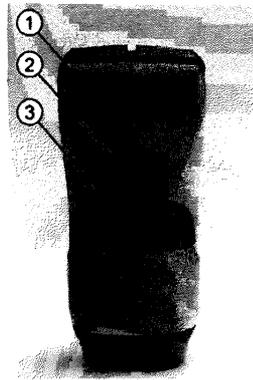

Рисунок 2 - 1 Стилус (вставлен в прибор); 2 Разъем USB-Туре-С; 3 Кнопка «включение/работа» для включения прибора и выполнения измерений
8.2.2 Нажмите кнопку «включение/работа», чтобы включить спектрофотометр (рисунок 2 позиция 3).
8.4.1.4 Установите спектрофотометр вертикально на центр меры из набора отражающих мер из состава Рабочего эталона координат цвета и координат цветности, предварительно поместив ее на черную матовую поверхность. Для точного позиционирования прибора на измерительном образце в спектрофотометре предусмотрена встроенная видеокамера. Для измерения нажмите на кнопку «включение/работа» (рисунок 2). На экране появятся измеренные значения.